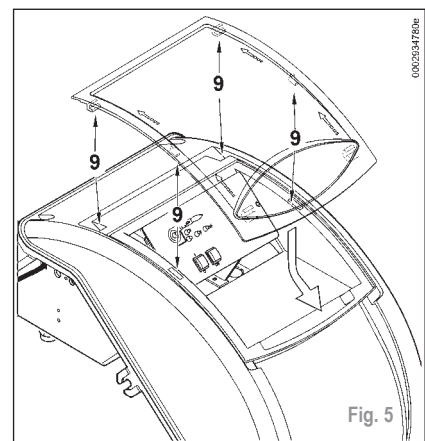

Fig. 5
- Pour un placement correct de la porte transparente sur le tableau procéder comme indiqué dans la figure 5 : positionner les crochets correspondant aux logements respectifs (9). Faire glisser la porte en direction de la flèche jusqu'à entendre un dé clic. Maintenant une étanchéité correcte est garantie.